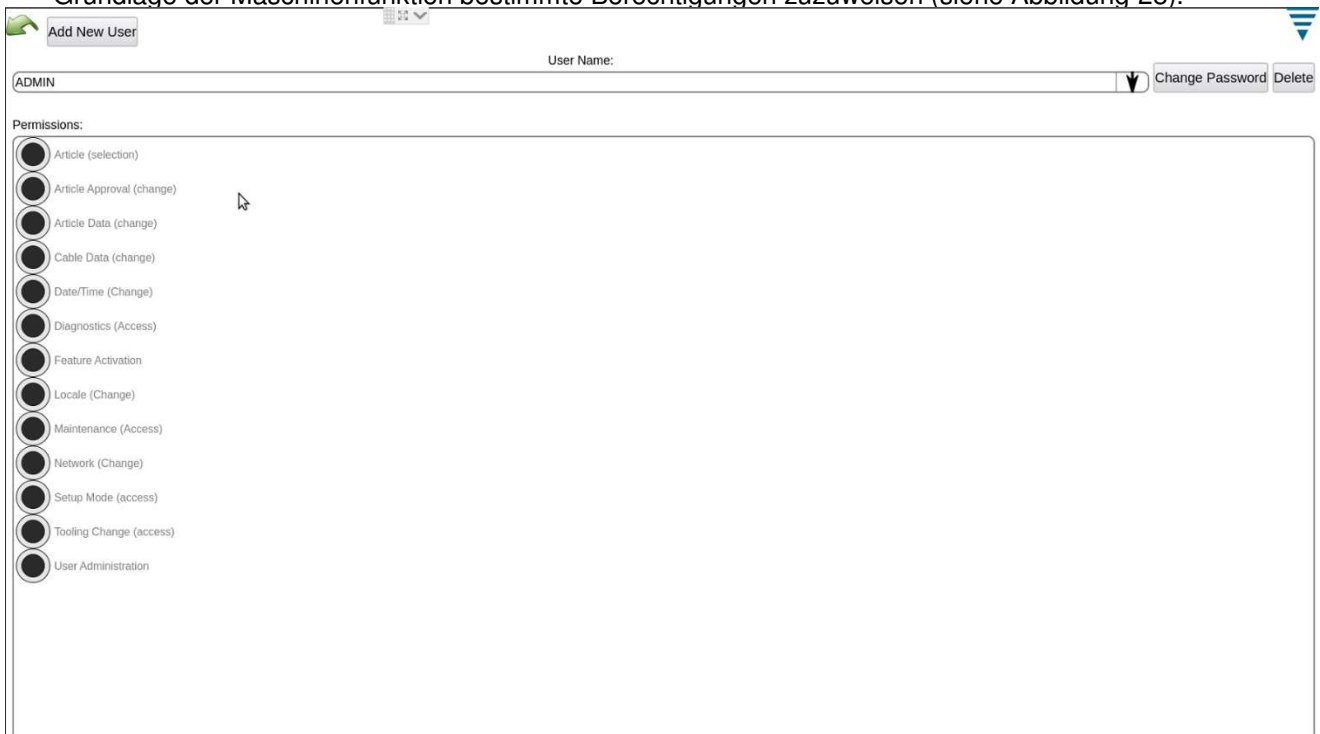

Abbildung 28
- Der Benutzerzugang basiert auf einem Modell, bei dem es einen Administrator (Admin) und andere „Benutzer“ gibt. Der Administrator hat die Berechtigung, Benutzer hinzuzufügen und diesen auf der Grundlage der Maschinenfunktion bestimmte Berechtigungen zuzuweisen (siehe Abbildung 28).